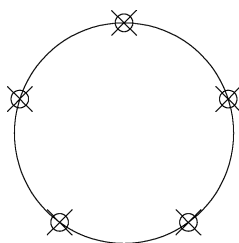

图 3-70 绘制等分点
3) 在功能区单击“默认”选项卡→“绘图”面板→“定数等分”按钮，在圆形上绘制 5 个等分点，结果如图 3-70 所示。